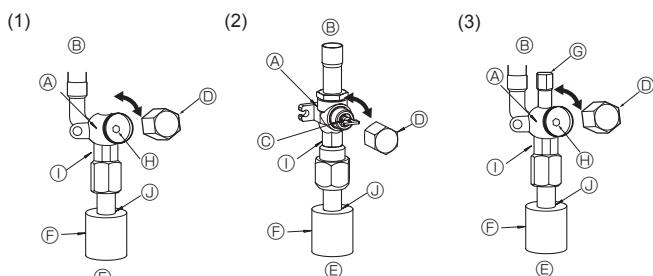

Fig. 4-6
(1) Gasside på SW75 (Fig. 4-6)
- ① Fjern dækslet, og drej ventilspindlen mod uret så langt som muligt vha. en 5 mm sekskantet skruenøgle. Stop med at dreje, når den når stopperen (ø15,88: ca. 13 omgang)
- ② Kontroller, at stopventilen er helt åben og drej håetten tilbage til den oprindelige position.